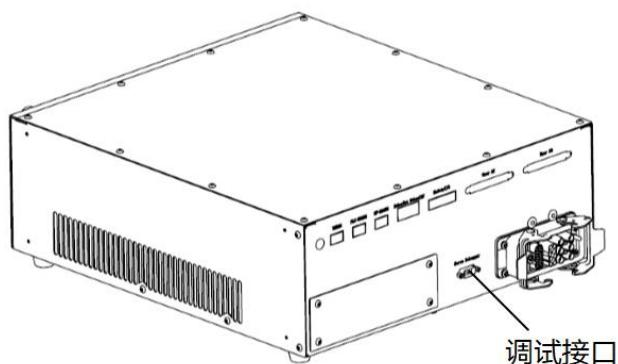

图 5-1 控制柜 Servo Debugger 接口
inCube22 控制柜 Servo Debugger 接口为多轴驱动调试接口，位于控制柜后面板，参考下图 5-1，当调试多轴驱动参数时，需使用 RS422 转 USB 线缆连接到图示①接口。